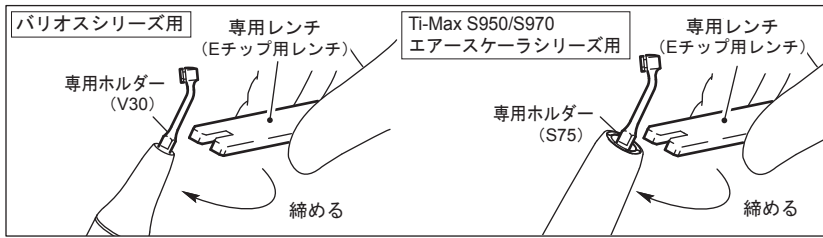

図 1
- ① Vチップホルダー（V30またはS75）をハンドピースに、手で軽く締まるまでねじ込みます。それからEチップ用レンチを用いてしっかりと締め付けます。（図1）